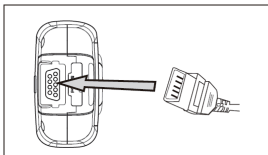

Abb.4.1
2. Stecken Sie die SpO₂-Sonde in die Sondenbuchse ein (siehe Abb.4.1). Wenn die SpO₂-Sonde vom Gerät getrennt ist, wird in der Statusleiste oben links auf dem Bildschirm die Mitteilung „Sonde Aus“ angezeigt.